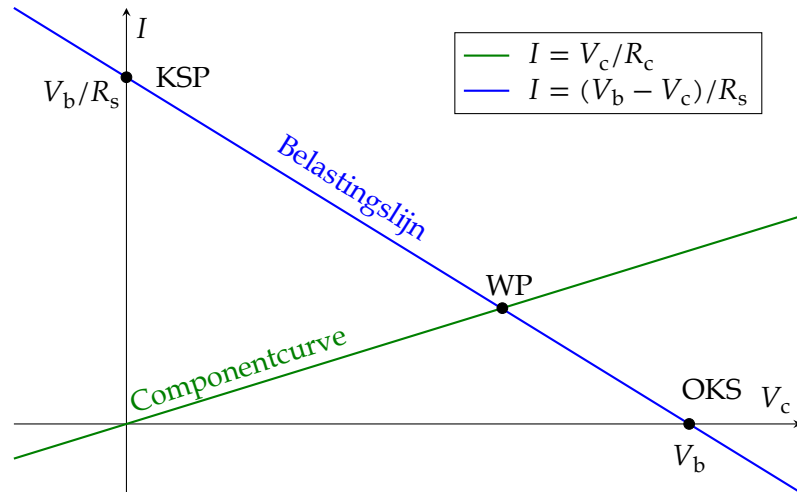

Fig. A.1: Belastingcurve
We zetten deze lijnen nu uit in een grafiek zoals te zien in Figuur A.1
- Door enkel V_b te variëren meteen vaste waarde voor R_s , **verschuiven** we de blauwe rechte in Figuur A.1, **parallel** met diezelfde rechte.
- Door enkel R_s te variëren met vaste V_b , veranderen we de **helling** van de blauwe rechte in Figuur A.1. We **roteren** de rechte als het ware rond de het OKS-punt, die vast blijft, gezien V_b vast is.